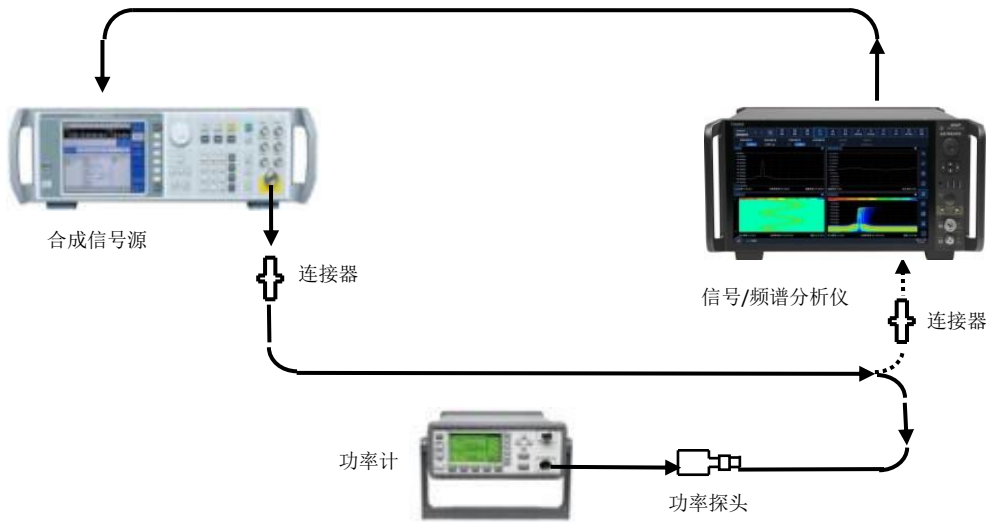

图 7.20 总体绝对幅度精度测试示意图
按照图 7.20 所示实线连接测试仪器, 信号发生器输出接功率计;
4) 按图 7.20 所示虚线位置改变测试连接关系, 将电缆通过转接器与 4082 射频输入 1 相连;
4) 按图 7.20 所示虚线位置改变测试连接关系, 将电缆通过转接器与 4082 射频输入 2 相连;